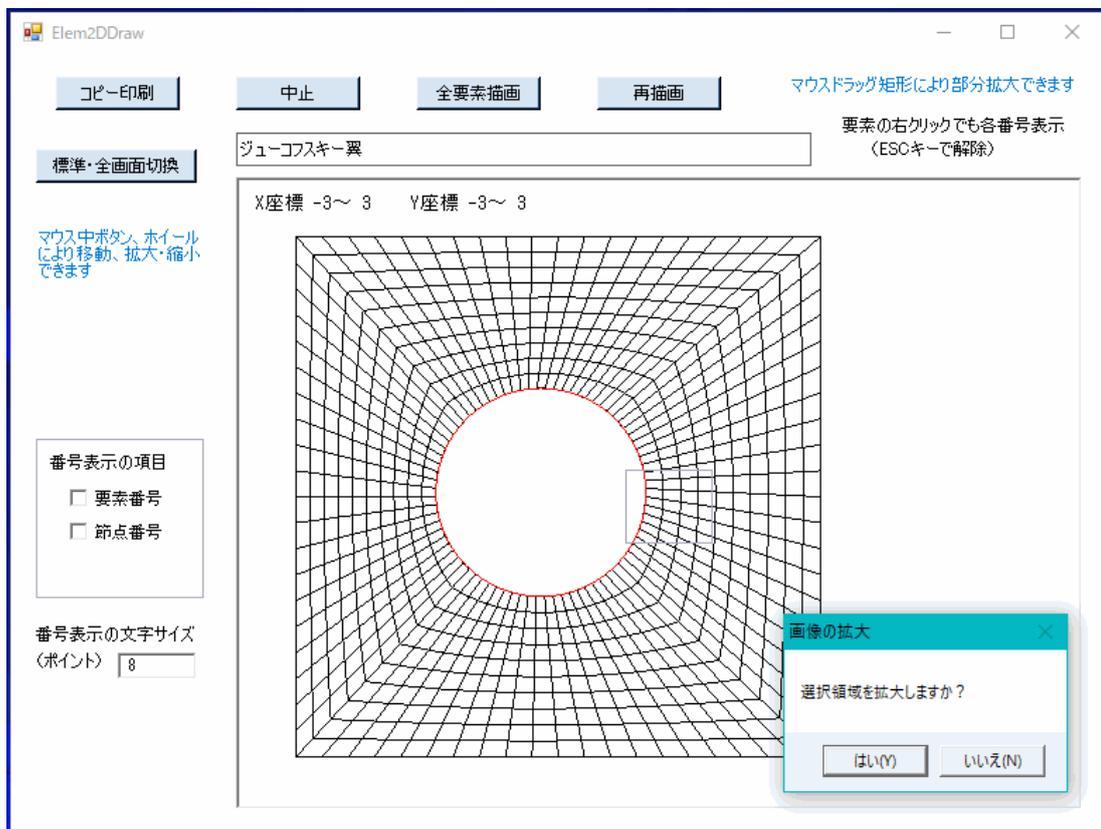
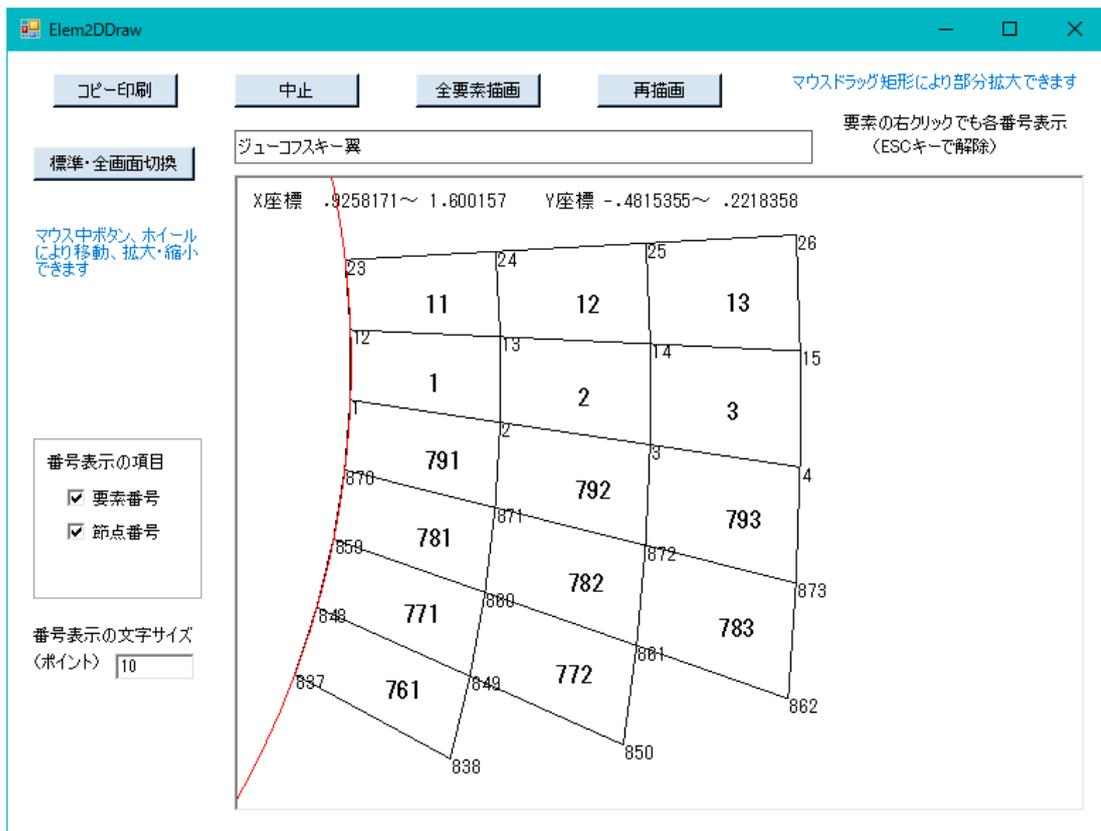

図5-5 構造作画における拡大領域選択例
図5-6 構造作画の部分拡大例
- ①「標準・全画面切換」ボタンをクリックすると、標準画面と全画面を切り換えることができます。また、画面Formの右下コーナー等をマウスドラッグすることにより、標準画面と全画面の間で自由に拡大・縮小できます。
- ②マウス中ボタン、ホイールにより移動、拡大・縮小を行なうことができます。中ボタンを押したまま動かせば図形を移動できます。また、ホイールの回転により拡大・縮小ができます。
- ③マウスドラッグ矩形により、構造図の一部を拡大できます。
- ◇マウスドラッグ矩形は、拡大したい部分の左上隅にマウスを移動し、そこでマウスの左ボタンを押し、その左ボタンを押した状態で拡大部分の右下隅までマウスを移動させ、そこで左ボタンを離します。そうしますと、図5-5のようにマウスドラッグ範囲の矩形が表示され、コモンダイアログで「選択領域を拡大しますか？」と問うてきます。そこで、「はい」を選択すると、選択領域が拡大されて表示されます。
- ⑤「番号表示の項目」は、「要素番号」と「節点番号」の内、表示したい項目を重複選択できます。
- ◇「要素番号」と「節点番号」を両方選択して、「再描画」させた部分拡大画面を図5-6に示します。ただし、本画面では、「番号表示の文字サイズ」を10に変更してあります。